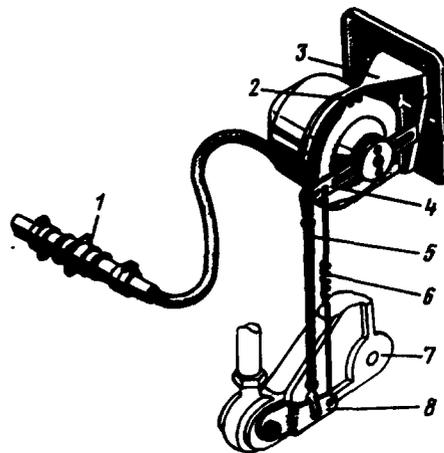

Рис. 131. Установленный компенсационный датчик автопилота:
6. При снятии компенсационных датчиков БС2.553.002 (рис. 131) необходимо:
6. При установке компенсационных датчиков (см. рис. 131) необходимо: